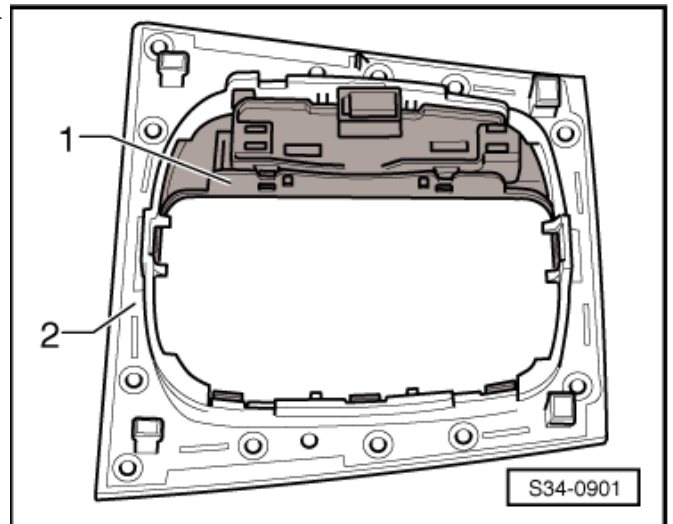

Abb. 5: Wählhebel -E313- mit Schalter für Tiptronic -F189-, Steuergerät für Wählhebelsensorik -J587- und Schalter für Wählhebel in P gesperrt -F319-
- ☐ Einbauort ⇒ Abb. 5 in **34-1** Seite 4